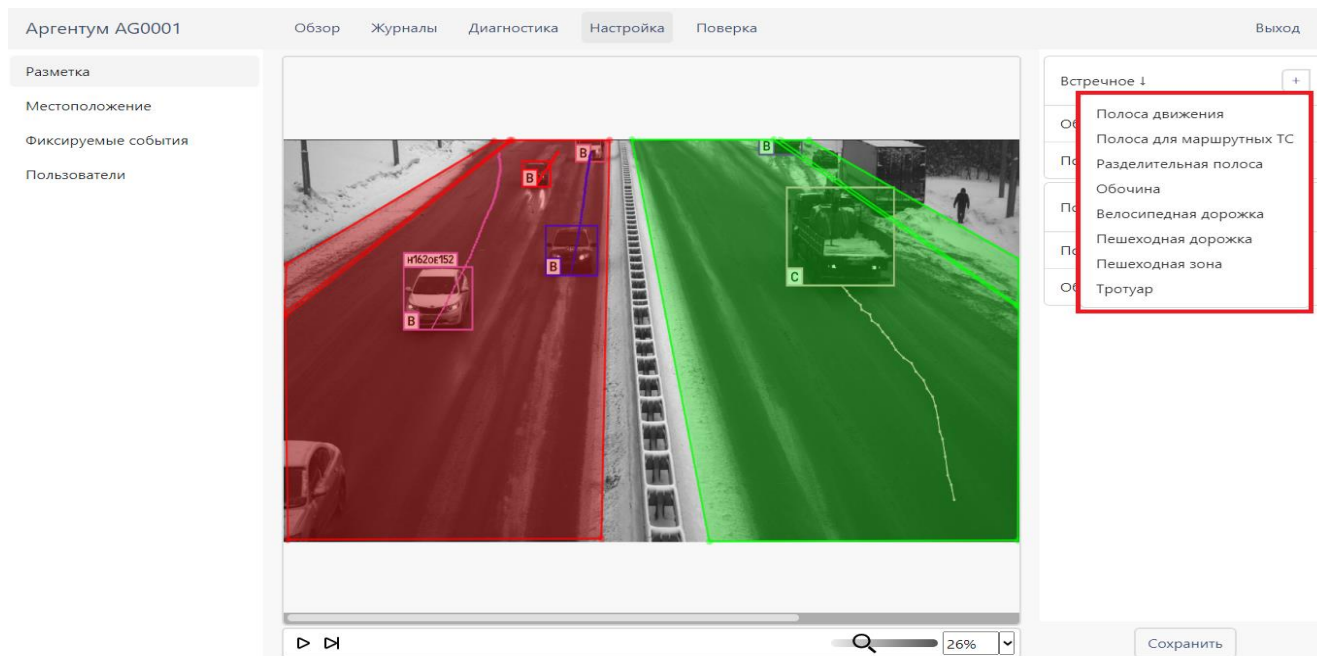

Рисунок 25: Выпадающий список типа создаваемой полосы
8.6.1.4 Выбрать тип создаваемой полосы из выпадающего списка (см. Рисунок 25: Выпадающий список типа создаваемой полосы ниже, выпадающий список типа создаваемой полосы отмечен красной рамкой):